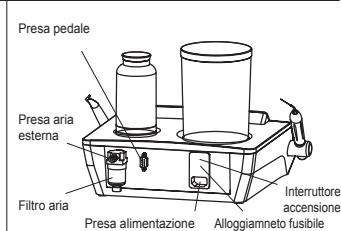

Figura 2 Lato posteriore
- 2.6.6 Premere l'interruttore, connettere il cavo di alimentazione alla presa nella parte posteriore dell'unità principale ed in seguito alla rete, come mostrato nella Figura 2.